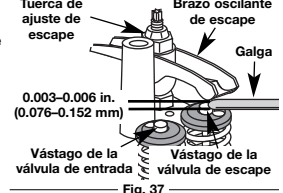

Fig. 37
8. Deslice la galga entre el brazo oscilante y el resorte de retorno de la válvula. Mida el huelgo entre el vástago de la válvula y el brazo oscilante (Fig. 37). Realice esto en las válvulas de entrada y de escape
- a. Gire la tuerca de ajuste con una llave de 5/16 pulgadas (8 mm) o una guía de tuercas (Fig. 37).